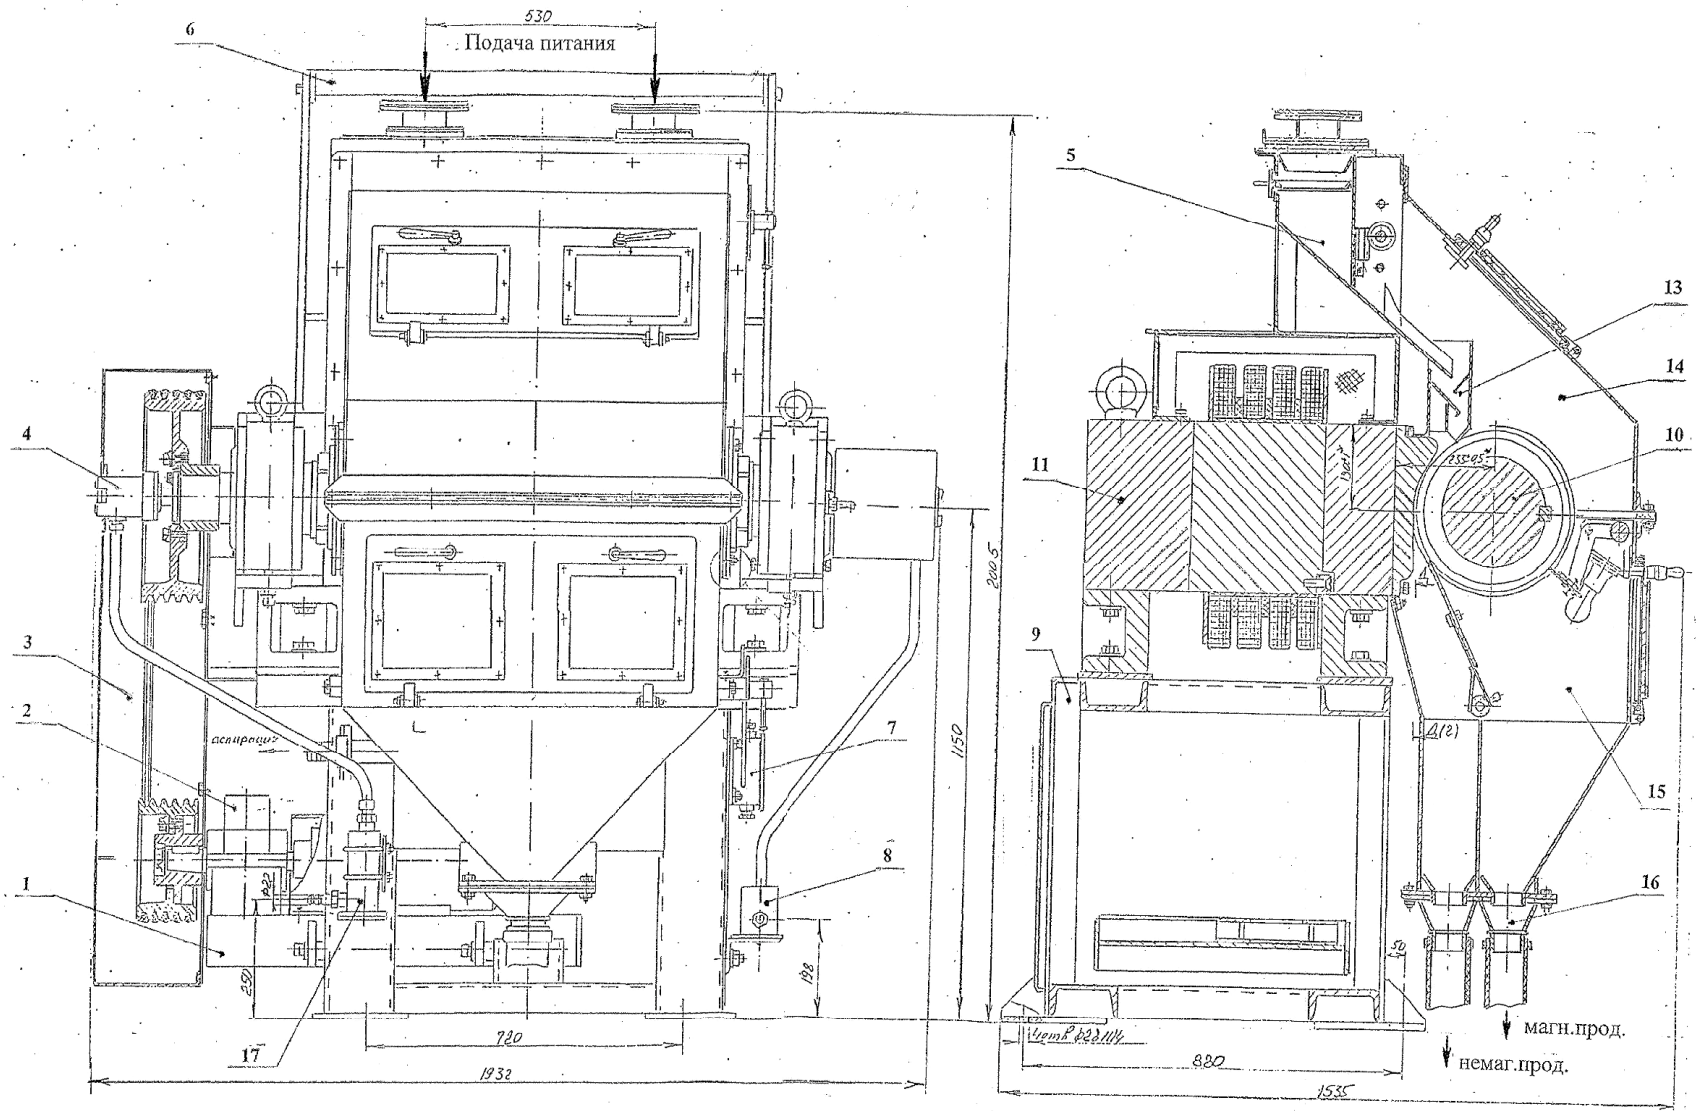
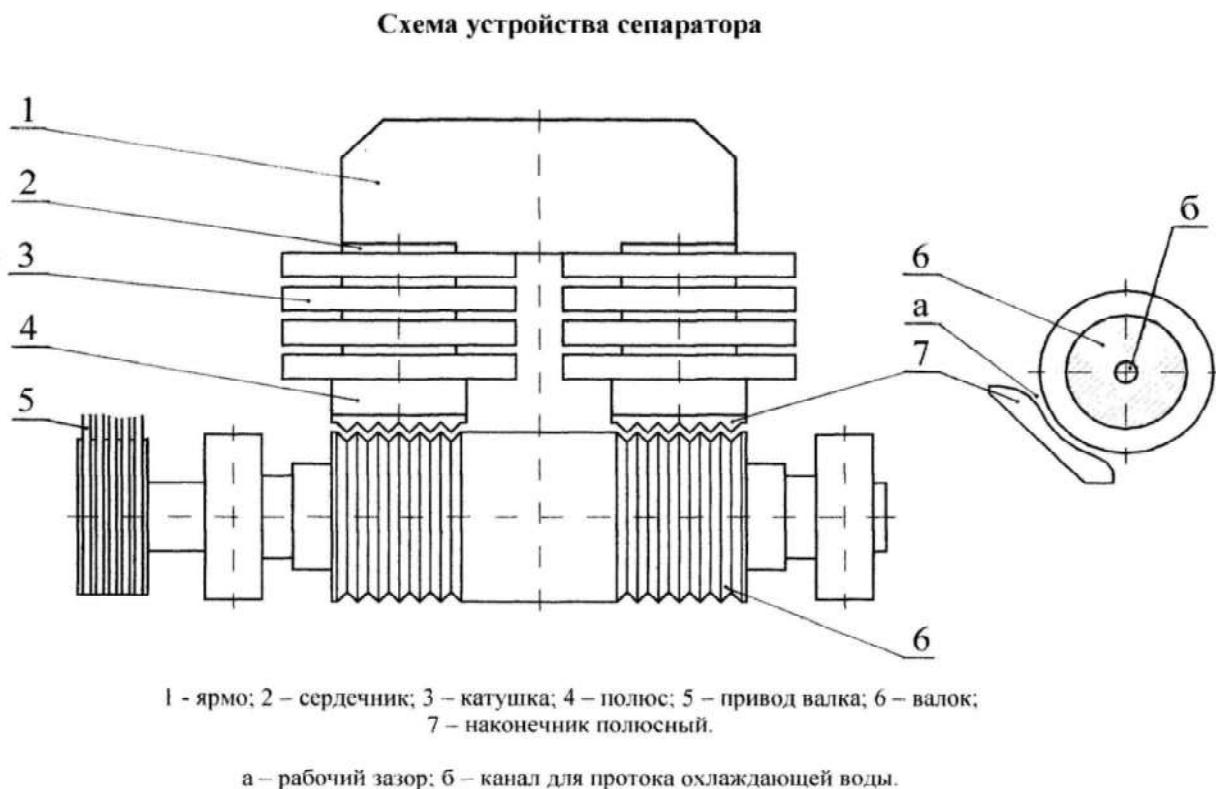

Рис. 1
Рис. 2
7.1. Устройство сепаратора показано на рис.1. Основными рабочими органами сепаратора являются электромагнитная система и валок, принципиальная схема которых представлена на рис.2.
Поверхность наконечников, обращенная к валку-гладкая. Воздушный промежуток между поверхностью наконечника и поверхностью впадин валка является рабочей зоной сепарации, в которой концентрируется магнитное поле при включении катушек. Охлаждение валка производится водой, протекающей по сквозному каналу в валу. Система охлаждения включает в себя коллекторы 4 (см. Рис.1) фильтр 17 для очистки воды и реле потока, блокирующее включение вала без охлаждения водой.